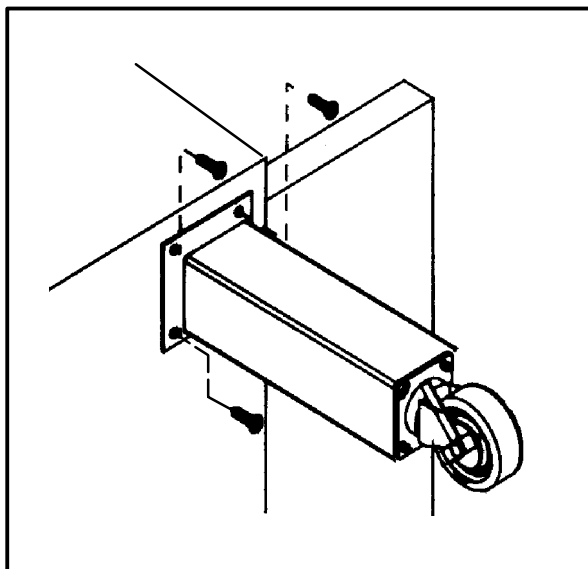

Figura 1
2. Montare i piedi di supporto e le rotelle. Seguire l'illustrazione di fianco. Ved Figura 1.